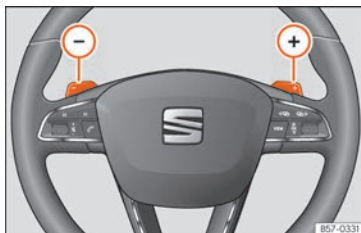

Fig. 223 Volant : palettes pour boîte automatique.
- Appuyez sur la plaquette pour passer une vitesse supérieure **>>> fig. 223.**